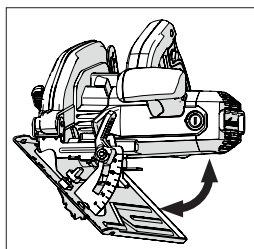

Abb. 14
- Kippen Sie das Sägeblatt in den gewünschten Winkel, wie auf der Winkelskala des Quadranten angegeben. (Abb. 14)
(14) BEDIENUNGSHINWEISE (ÜBERPRÜFUNGEN VOR DEM BETRIEB)